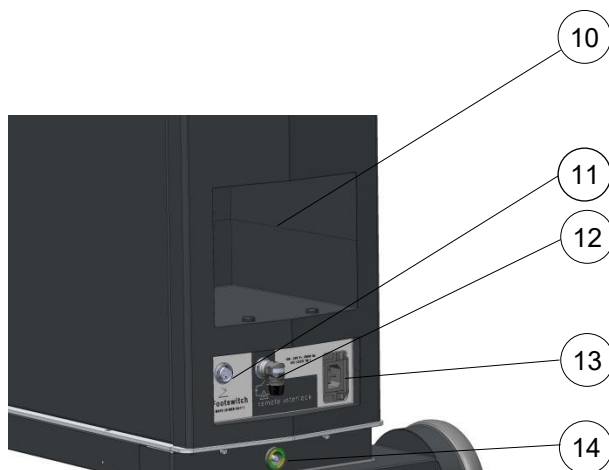

Fig. 3-2: Sett bakfra
- For å koble ELIOS-laserkonsollen fra strømmettet, kobler du fra strømpluggen på enheten (Fig. 3-2).
- ELIOS-laserkonsollen bør være slik plassert at strømforsyningspluggen kan tas ut av enheten til enhver tid (Fig. 3-2).
Fotbryteren må kobles til kontakten for fotbryteren (se Fig. 3-2). Fotbryteren brukes til å utløse laserstrålingen. Betjening av fotbryteren aktiverer laserstrålingen. Så snart fotbryteren slippes, avbrytes laserstrålingen.
ELIOS-laserkonsollen er utstyrt med en kontakt for elektrisk potensialutjevning (se Fig. 3-2). Tilkoblingen til en ekstra elektrisk potensialutjevning kan gjøres ved hjelp av en potensialutjevningskabel.
ELIOS-laserkonsollen er utstyrt med en kontakt for en fjernsperre, f.eks. en dørkontakt (se Fig. 3-2). Hvis kontaktene på pluggkontakten er åpne, avbrytes laserstrålingen. Ytterligere informasjon om tilkobling av en fjernsperre til ELIOS-laserkonsollen kan fås fra MLase eller fra en autorisert servicepartner.